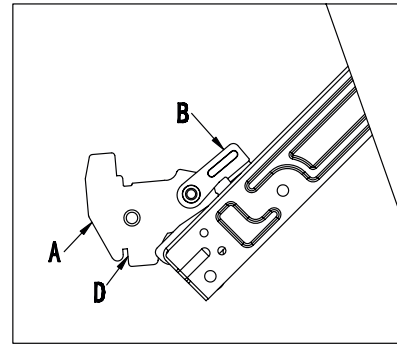

Fig.11-1
- Abra la puerta completamente y levante los niveladores "B" (fig. 11-1).